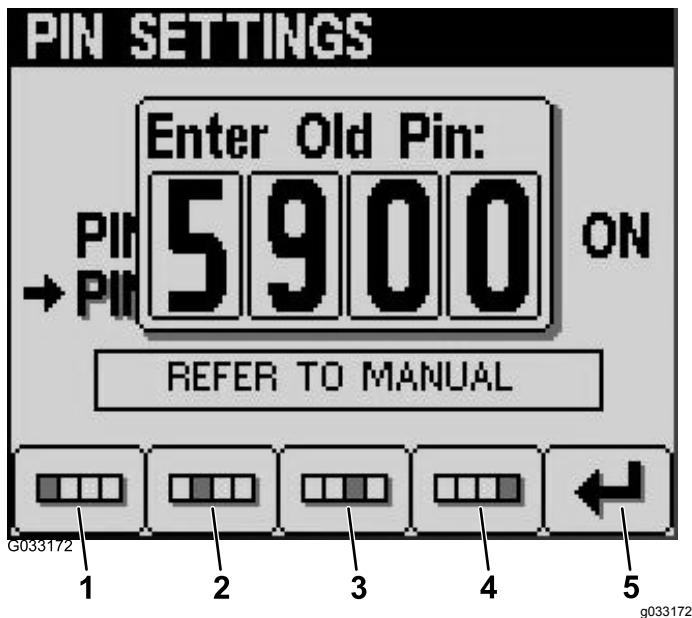

Figura 24
6. Introduza o PIN antigo utilizando os botões 1 a 4 e prima o botão 5 quando concluir o PIN (Figura 24).